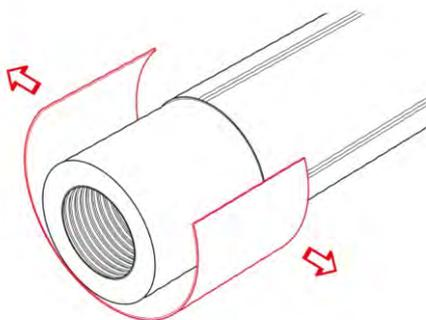

Рис. 3.6.4
**4.** Удалить надрезанный участок защитной оболочки (рис. 3.6.4).